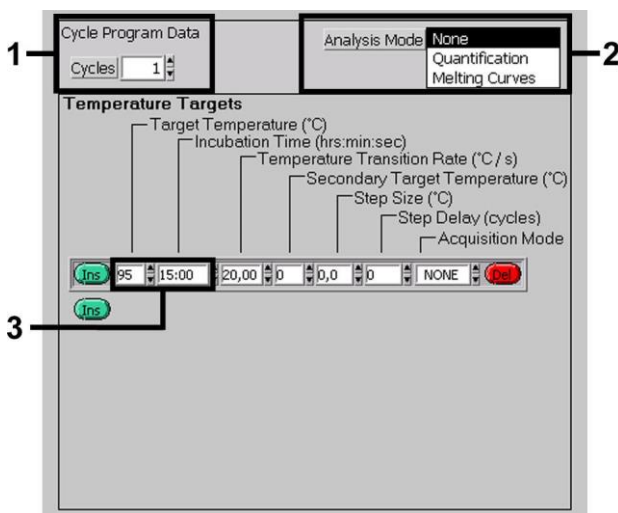

Fig. 3: Attivazione iniziale dell'enzima Hot Start.
Per rilevare il DNA di *Borrelia* programmare sullo strumento *LightCycler 1.1/1.2/1.5* un profilo di temperatura secondo le seguenti 3 fasi (vedi Fig. 3 - 5):
- A. Attivazione iniziale dell'enzima Hot Start Fig. 3